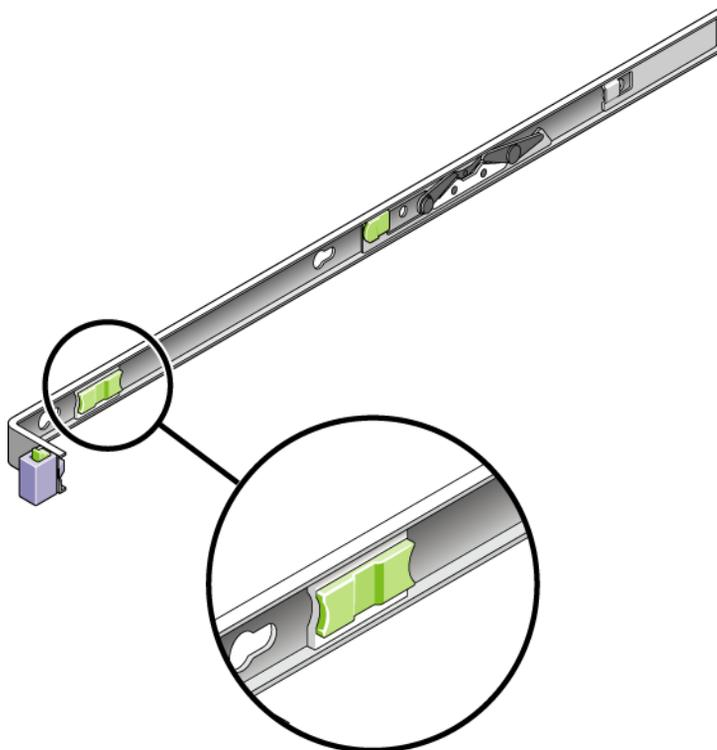

图 2-15 滑轨释放按钮
6. 同时解开两个滑轨释放按钮的锁定（图 2-15），将服务器完全推入机架内。